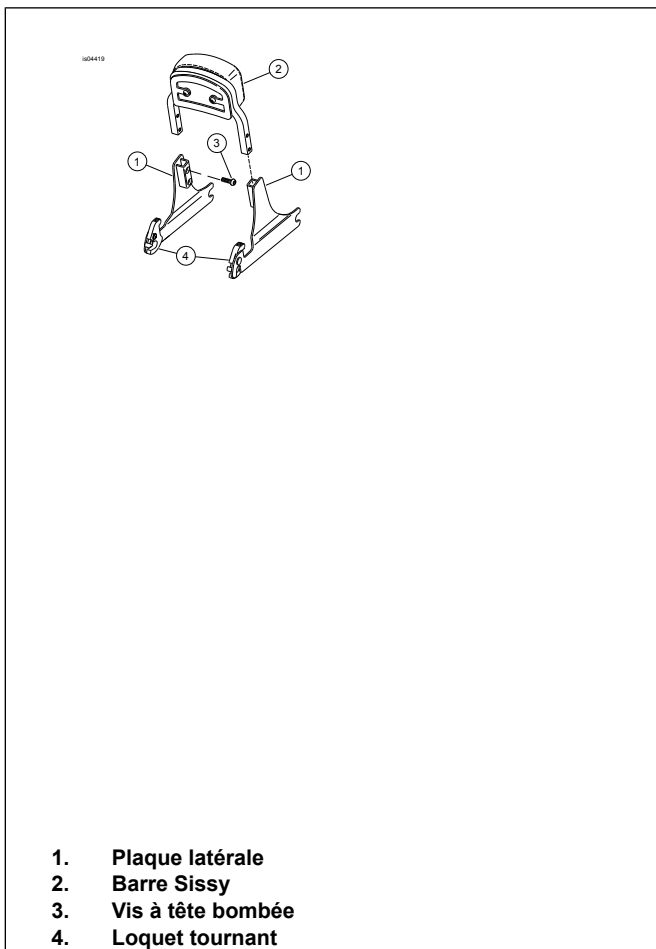

Figure 1. Ensemble de plaque latérale de barre Sissy amovible
1. Voir Figure 1. Installer la barre Sissy nouvelle ou existante (2) sur les plaques latérales amovibles (1) en utilisant quatre vis à tête bombée (3) de ce kit. Enduire de Loctite 243 (bleu) les filets de vis avant l'installation. Serrer les vis à un couple de 11–14 N·m (96–120 in-lbs).